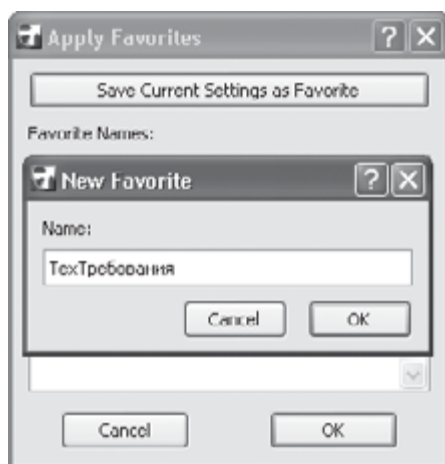

Рис. 9.4. Добавление нового стиля
3. В поле Name (Имя) введите имя созданного стиля, например ТехТребования (рис. 9.4).